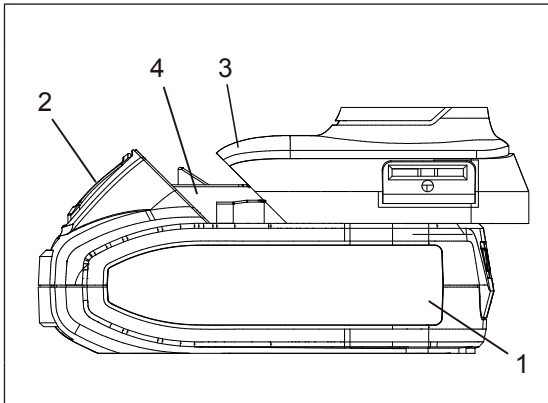

FIG. 3
- Retirez la batterie déchargée (1) de la visseuse à chocs en enfonçant le bouton de dégagement (2) de la batterie vers le bas et en faisant glisser la batterie vers l'arrière jusqu'à ce qu'elle soit dégagée de la poignée (3) de la visseuse à chocs (figure 3).
- Faites glisser la batterie entièrement chargée sur les clés correspondantes (4) dans la poignée de la visseuse à chocs, là où la batterie déchargée a été retirée.
REMARQUE : Voir la Fig. 3 pour une procédure complète.